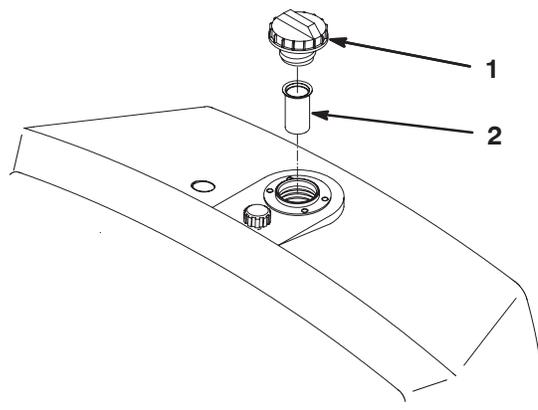

Bild 27
2. Entfernen Sie den Deckel vom Tank und prüfen Sie den Ölstand. Der Ölstand sollte unten am Einfüllstutzen liegen (Bild 27).